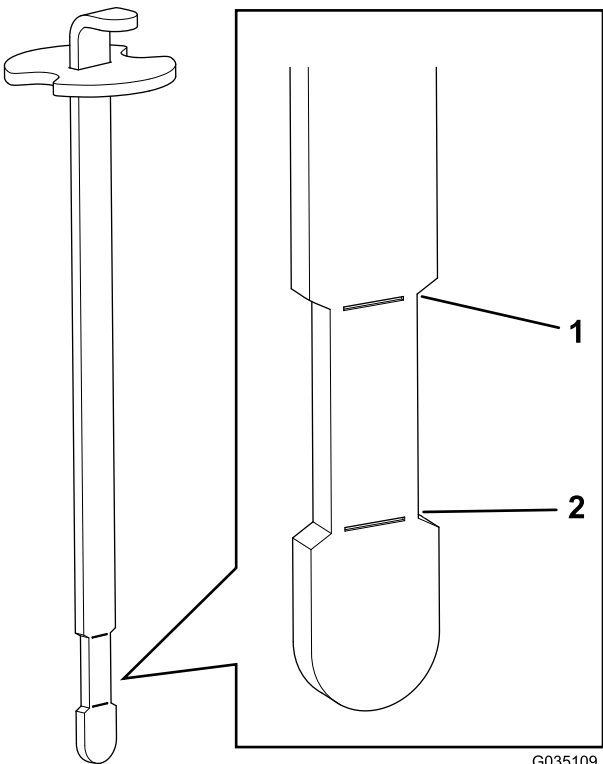

图 17
**注意** 液位必须介于量油尺上的上标记与下标记之间颈缩区域图 17。